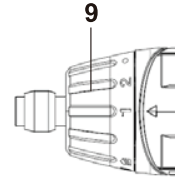

Fig. 10
Pour sélectionner l'un des nombres, tournez la bague (9) jusqu'à ce que le nombre souhaité soit aligné avec la pointe de flèche indicatrice sur le logement (Fig.10).